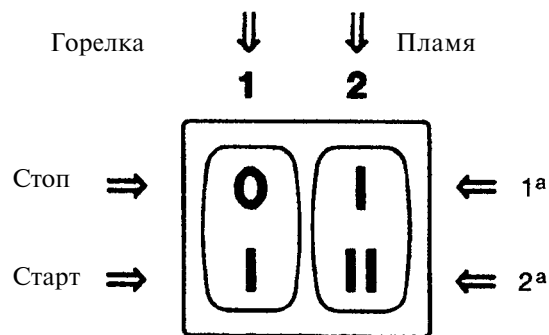
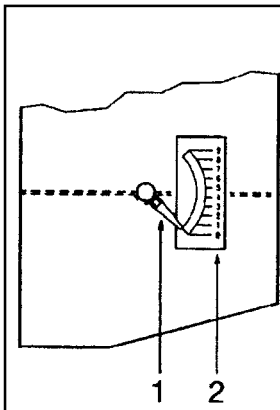
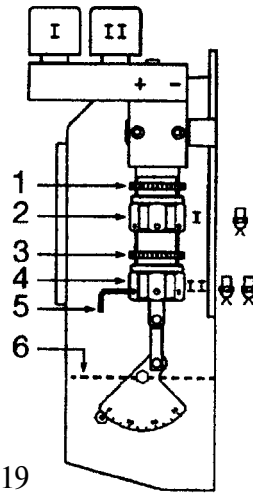

Рис. 17
Рис. 18
Рис. 19
Запустить горелку, воздействуя на термостаты и устанавливая выключатель (1) (Рис. 17) в положение "I". Насос должен вращаться в направлении, указанном на его крышке.
Когда дизельное топливо начнет выходить через пробку или через резьбу манометра, значит насос уже заправлен. Остановить горелку: выключатель (1) (Рис.17) установить в положение "Стоп" и затянуть пробку или манометр.
Установить выключатель (1) (Рис. 17) в положение "I".
Запускать горелку при 1-м пламени, устанавливая выключатель (2) в положение 1-го пламени (Рис. 17). Отверстие заслонки (б) (Рис. 19) должно быть пропорциональным установленной форсунке. Указатель (1) (Рис. 18) должен установиться в положении, указанном в таблице (Рис. 20). Настройка осуществляется вращением шестиугольника (2) (Рис.19):
Установить указатель (1) на отметке 2, 3 (Рис. 18). Регулировку необходимо осуществлять, ослабляя контргайку (1) шестигранником (2) (Рис. 19).
Установить выключатель (2) (Рис. 17) в положение 2-го пламени и отрегулировать заслонку (6) (Рис. 19), воздействуя на шестигранник (4), ослабив контргайку (3) (Рис. 19).
Для того, чтобы облегчить регулировку шестигранников (2) и (4) (Рис. 19) используйте шестигранный ключ 3 мм (5) (Рис. 19).